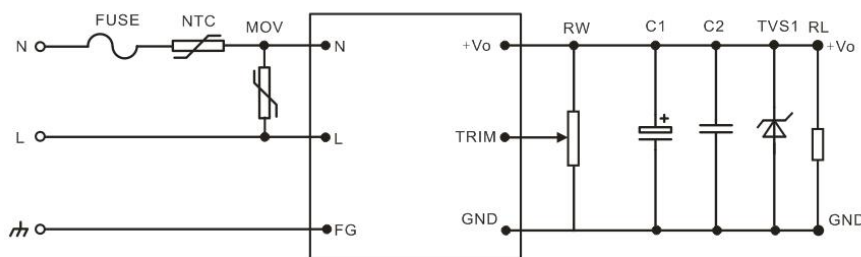
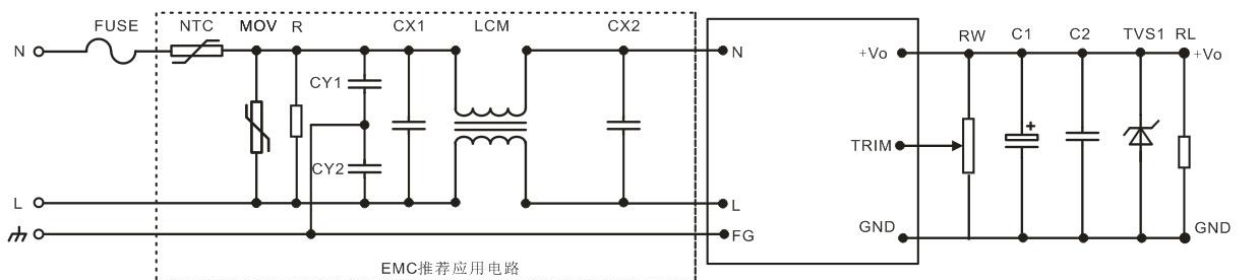

图1
图2
典型应用电路图(图 1 为一般推荐应用电路,图 2 为 EMC 推荐应用电路)
- 7、客户的一般EMC 要求用图1推荐电路, 如果有更高的EMC需求, 推荐客户用图2电路。图2具体推荐值如下: